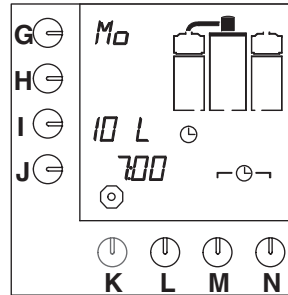

Fig. 15 Tidur vänteläge
- Klockan på displayen börjar blinka och systemet kommer att brygga kaffe vid den inställda tidpunkten. Displayen visar vänteläget (fig. 15 ).